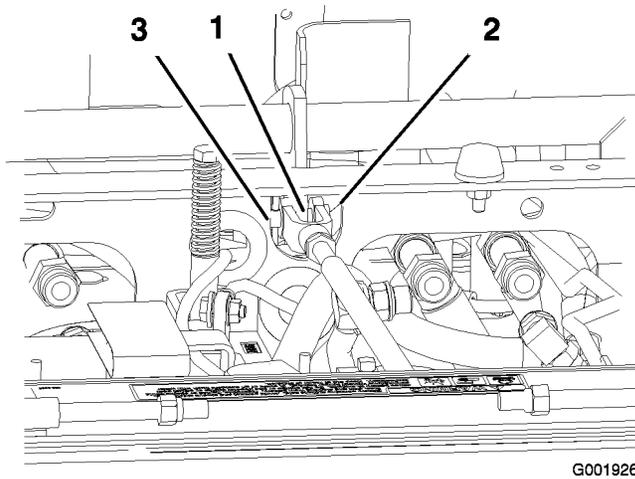

Figura 47
3. Mida la distancia verticalmente entre la parte delantera de la barra de freno y la parte superior del neumático; la medida debe ser entre 22 y 25 mm (Figura 47).
6. Gire la horquilla en el sentido de las agujas del reloj para acortar la distancia, y en el sentido contrario a las agujas del reloj para aumentarla (Figura 47).